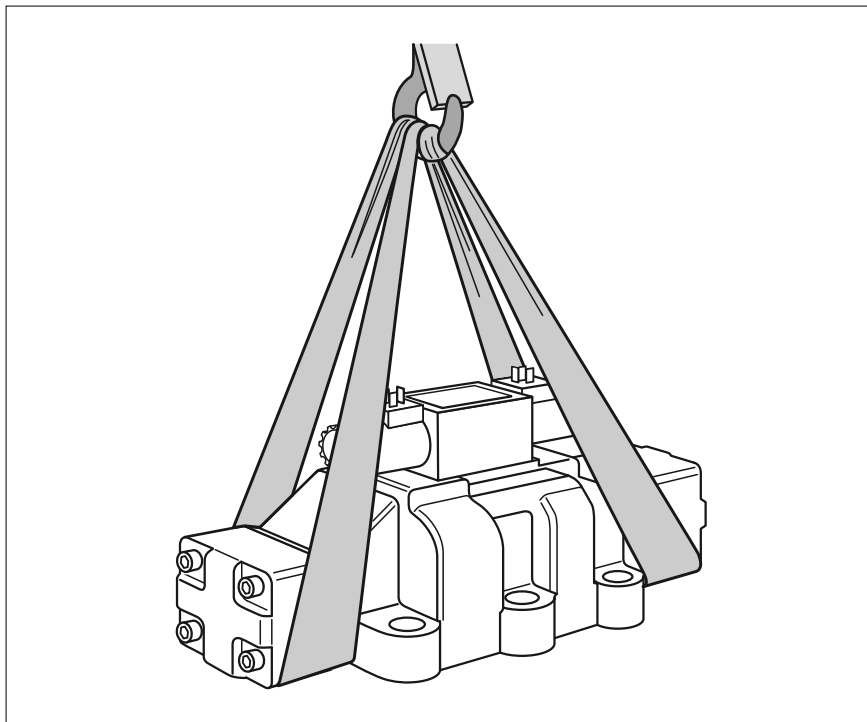

Abb. 3: Lage von dem Hebeband
- Legen Sie ein Transportband so um das Ventil, dass es nicht über die Anbauteile (z. B. Vorsteuerventil, Magnete,) verläuft, siehe Abbildung 3.